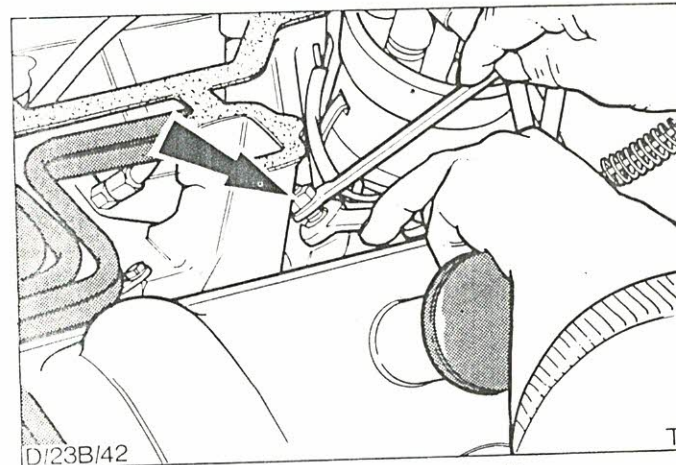

Abb.93 Kraftstoffleitung - Einspritzdüse abschrauben
9. Leitungen - Einspritzdüsen abbauen, Abb.93.